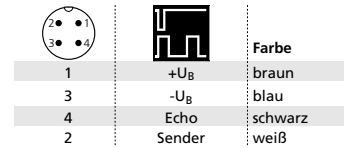

Abb. 2: Pin-Belegung mit Sicht auf den Sensor-Stecker und Farb-Kodierung der Anschlusskabel
- Schließen Sie den Sensor gem. Abb. 2 an das wms-Nachschtalgerät bzw. Ihre Steuerung an.